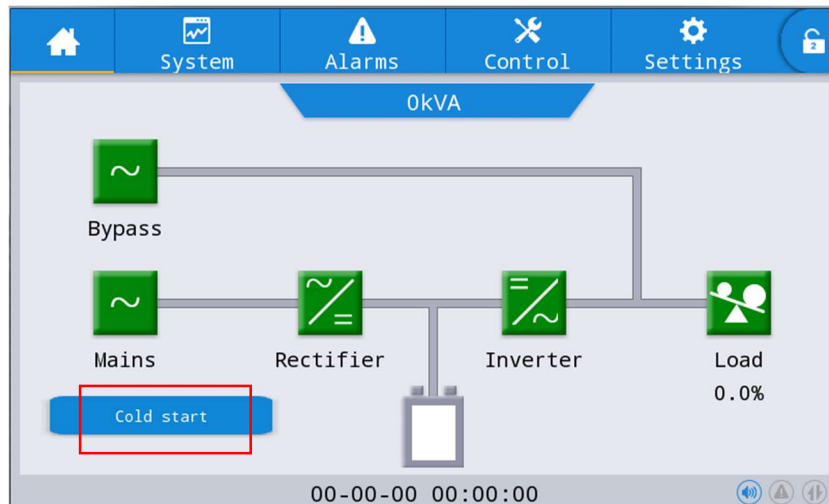

Рис. 5-1 Кнопка холодного старту на РК-дисплеї
2. Замкніть внутрішній вимикач акумулятора (16).
4. Після цього натисніть кнопку холодного старту на РК-дисплеї, як показано на Рис. 5-1. ДБЖ запуститься, і система перейде в режим батареї через 30 секунд.
5. Замкніть вихідний вимикач (13), щоб жити навантаження, і система працюватиме в режимі батареї.